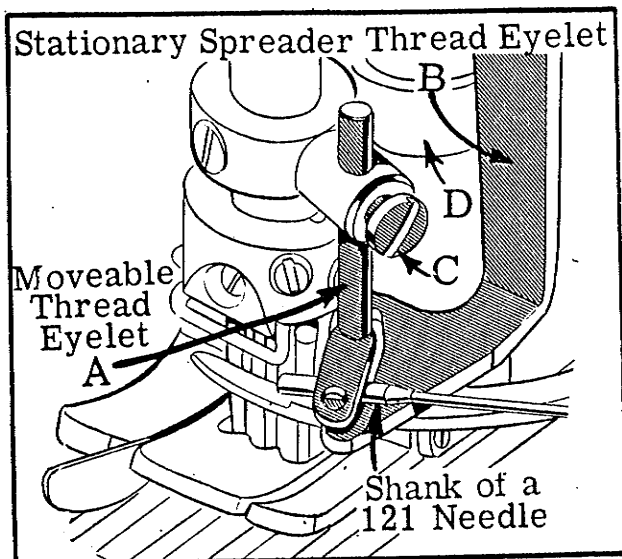

Fig. 41
Fig. 41 El guía-hilo del recubridor (A), fijado a la barra-aguja es ajustado de manera que el tronco de una aguja Tipo 121, que es .080 de pulgada (2 mm.) de grueso, solamente pasa entre la superficie inferior de guía-hilo del recubridor y la parte superior del guía-hilo del recubridor (B) en su posición baja. Gire el guía-hilo (A) de manera que su ojo esté directamente sobre el extremo delantero de la abertura en el guía-hilo fijo (B). El tornillo (C) asegura el guía-hilo (A).